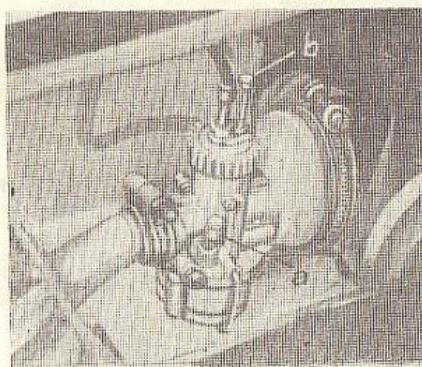

Fig. 4
2. Apăsați tija „a“ de acționare a plutitorului (fig. 4), pînă la umplerea camerei de nivel constant a carburatorului și deversarea benzinei.
3. Apăsați tija „b“ (fig. 4) a clapetei de aer pentru îmbogățirea amestecului la pornire (șocului).